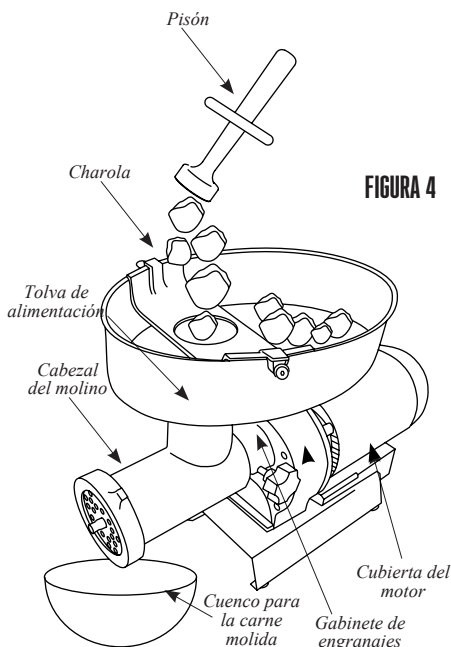

FIGURA 4
6. Coloque un plato o un cuenco para recolectar la carne molida en el extremo del cabezal del molino (FIGURA 4).